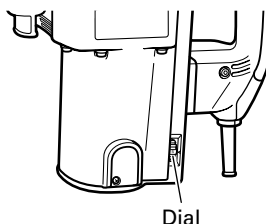

Fig. 3
- (3) Para extraer la herramienta, tire completamente de la empuñadura en el sentido de la flecha y tire hacia afuera de la herramienta.
7. Regulación de número de rotaciones e martilleo (Fig. 3)